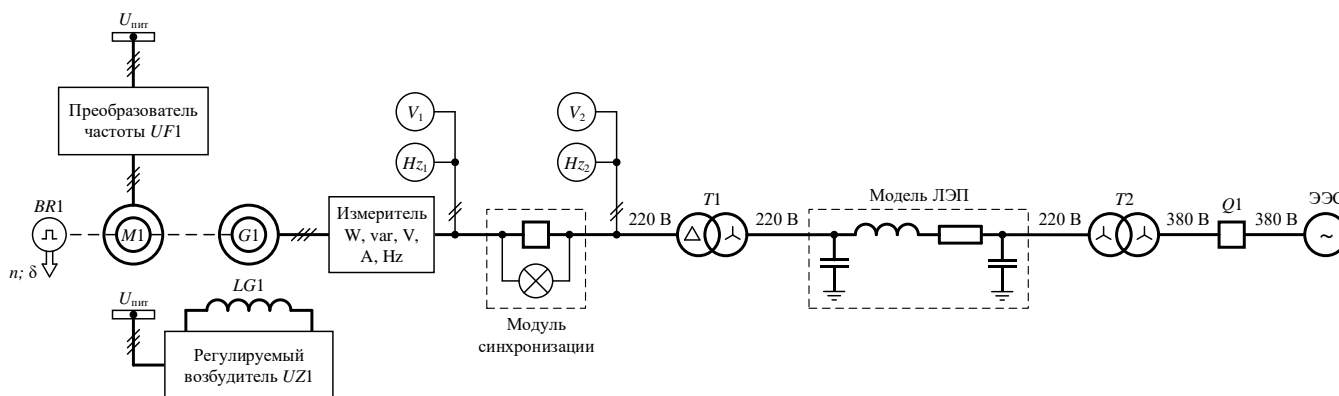

Рис. 1. Электрическая схема лабораторной установки для получения угловых характеристик синхронного генератора
Работа выполняется на лабораторной установке для исследования характеристик синхронных генераторов. В её состав входят: электромашинный агрегат, преобразователь частоты, регулируемый возбудитель, силовые трансформаторы, модель линии электропередачи, вспомогательное коммутационное, измерительное и защитное оборудование. Упрощённая электрическая схема лабораторной установки для получения угловых характеристик синхронного генератора показана на **рис. 1**.
- Собрать схему лабораторной установки по **рис. 1**. Представить её преподавателю на проверку.